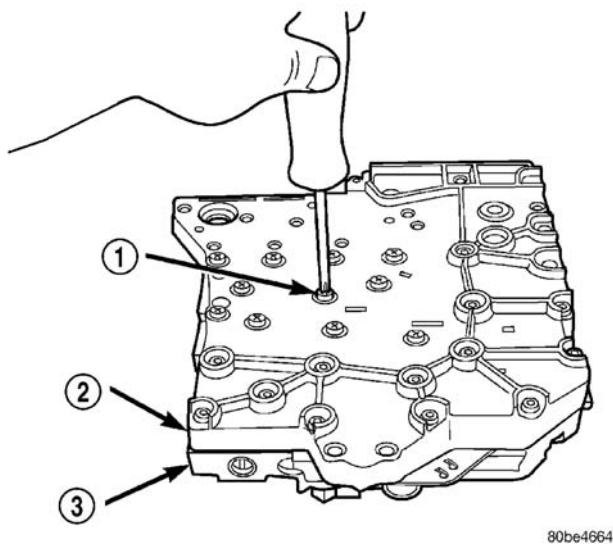

图 378 安装阀体与油路连通板连接螺钉
(11) 安装 24 个油路连通板与阀体连接螺钉（图 378）并拧紧到 5N·m (45in.lbs.) 的扭矩。